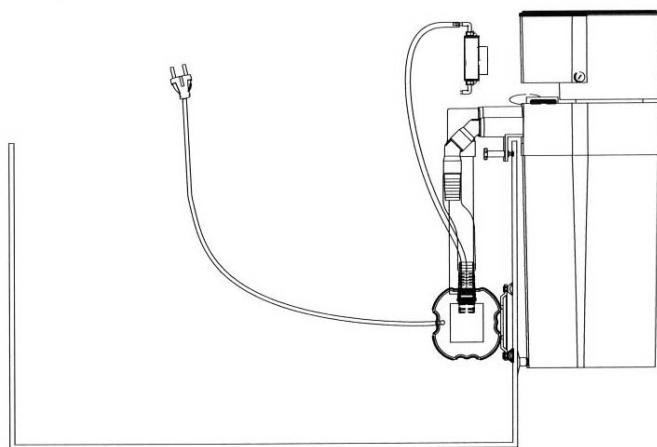

Fig. 3: Turboflotor Blue 3000 en funcionamiento “Colgado”
1. Como un skimmer externo, directamente montada en el acuario: "Colgado", (fig. 3).
Instalación como un skimmer externo sobre el acuario - Colgado (fig. 3):
Ahora se puede alinear el skimmer junto al acuario. Los dos tornillos de la parte inferior del skimmer deberán ser ajustados de forma que el skimmer esté fuertemente sujetado al acuario. Es ventajoso que el skimmer no esté al 100% horizontal, sino que esté ligeramente inclinado (2°) con respecto al acuario (fig. 3). El skimmer no solo estará mejor sujeto al acuario, sino también el retorno del agua a través de las cajas de salida sobre el acuario es mejor y más seguro. En el ajuste de los tornillos de la parte inferior del skimmer pueden emplearse además ventosas de silicona, esto incrementa la seguridad. El skimmer ya está preparado para ponerlo en marcha.